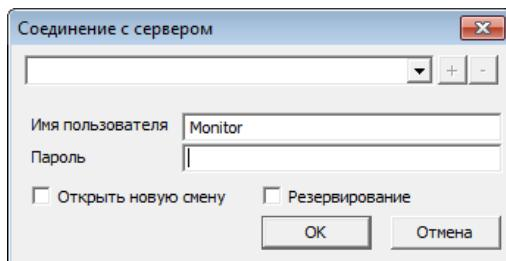

Рисунок 22.3 — Окно авторизации со скрытой информацией о сервере STEMEX
- Скрывать адрес и порт сервера:** если флаг установлен, то адрес и порт сервера STEMEX будет скрыт от пользователей в окне авторизации и в интерфейсе программных модулей *Администратор* и *Монитор*. Для подключения будут использованы сохраненные ранее данные, при авторизации от пользователя потребуется ввести только логин и пароль (см. рисунок 22.3).